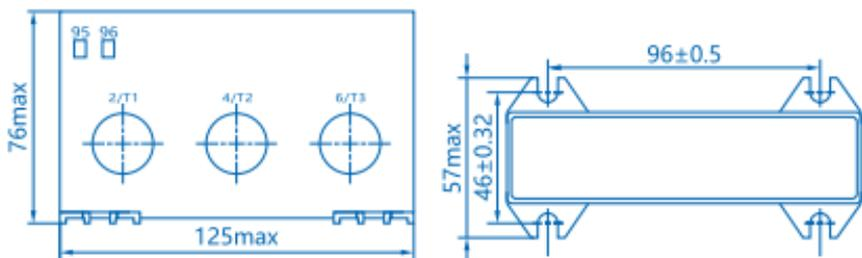

图2 额定工作电流为80A以上的保护器外形及安装尺寸
5.2 额定工作电流为80A以上的保护器外形及安装尺寸：见图2；产品重量约为0.17kg。